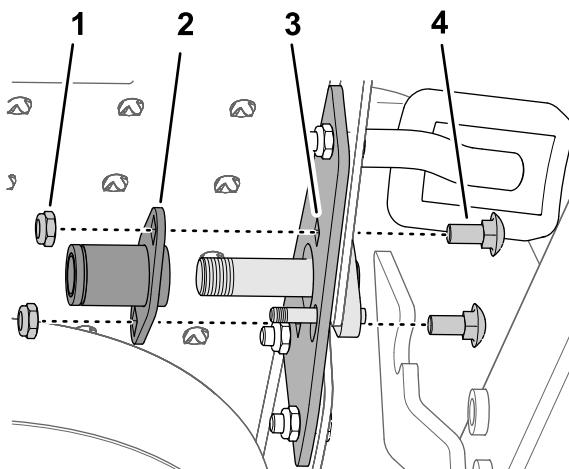

图 12
9. 使用 2 个托架螺栓 5/16 x 3/4 英寸和 2 个锁紧螺母 5/16 英寸将衬板组装到枢轴支架和脚踏板凸缘上图 12。